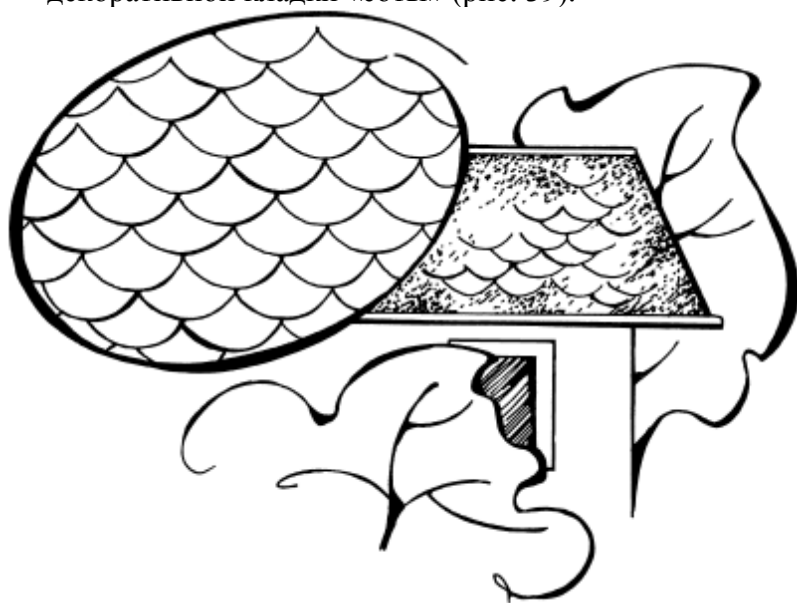

Рис. 35. Кладка «рыбья чешуя»
- декоративной кладки «рыбья чешуя» (рис. 35);